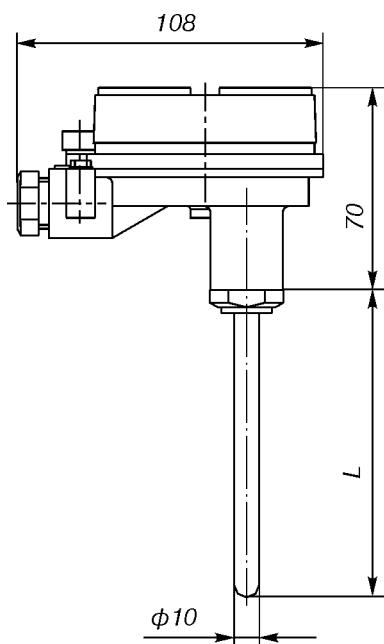

Рис.7.
(ост.см.рис.7)
- 07\* по рис.7